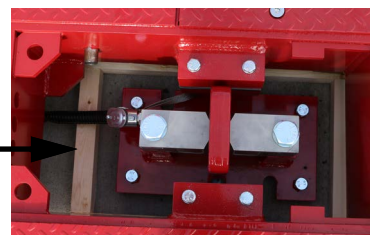

Figura 4-12. Encofrados temporales de madera alrededor de la placa base
8. Levante encofrados de madera temporales alrededor de cada placa base y vierta lechada de cemento o epoxi de 9000 PSI, sin contracción, en los encofrados debajo de la placa base (Figura 4-12). Puede utilizar un embudo con un tubo largo para verter la lechada en los encofrados mientras trabaja desde encima del orificio de acceso.